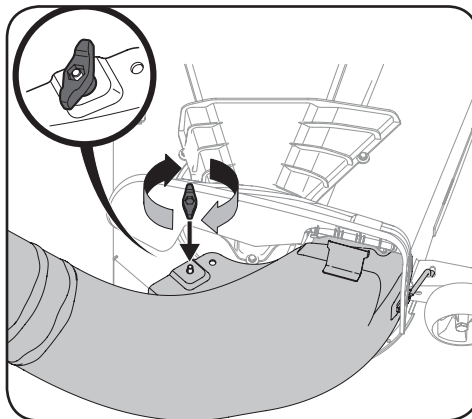

Figura 4-17
- Fije el codo del canal de descarga en la plataforma de corte usando una perilla de aletas (720-04122) incluida con el kit de la embolsadora. Consulte la Figura 4-17.